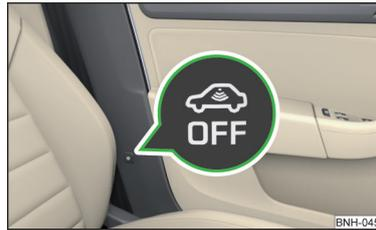

Abb. 41
- Die Symboltaste an der B-Säule auf der Fahrerseite drücken » Abb. 41.